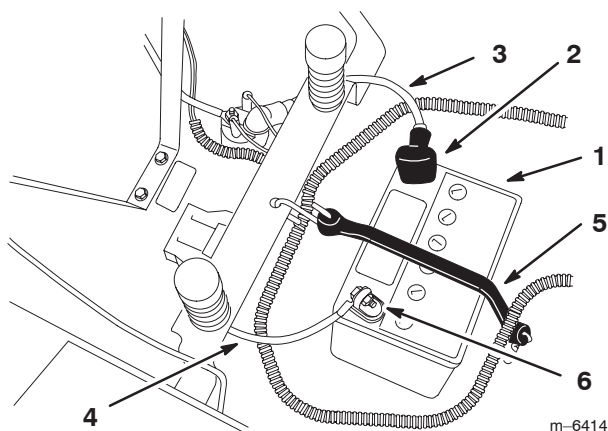

Figure 32
4. Débranchez le câble négatif (noir) de mise à la masse de la borne de la batterie (Fig. 32).
5. Repoussez le capuchon en caoutchouc sur le câble positif (rouge). Débranchez le câble positif (rouge) de la borne de la batterie (Fig. 32).
6. Enlevez la sangle de maintien de la batterie (Fig. 32) et ôtez la batterie de son support.
1. Placez la batterie sur son support, les bornes à l'opposé du panneau de commande (Fig. 32).
4. Fixez les câbles à l'aide de 2 boulons (1/4 x 3/4"), rondelles (1/4") et écrous (1/4") (Fig. 32).
6. Fixez la batterie en place à l'aide de la sangle de maintien (Fig. 32).